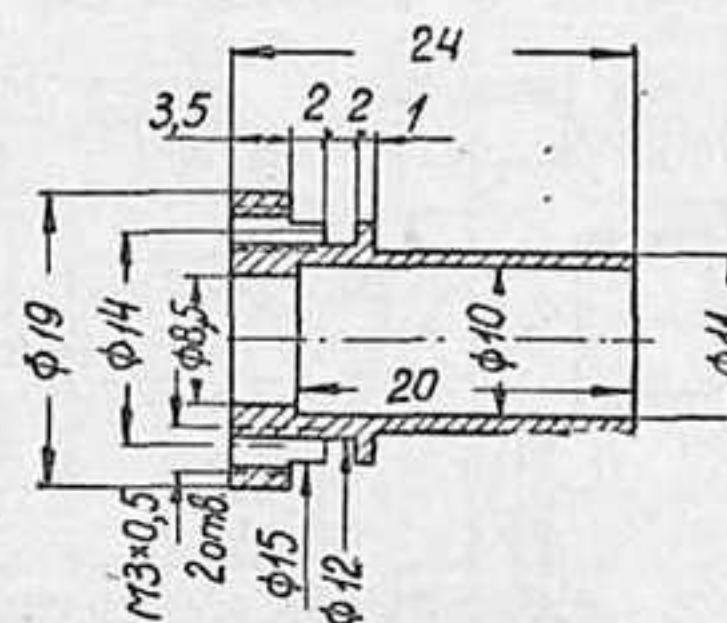

Рис. 16, дет. 2сб-6
**Кулачковая муфта (2сб-6)** (рис. 16) изготавливается из дуралюминия.